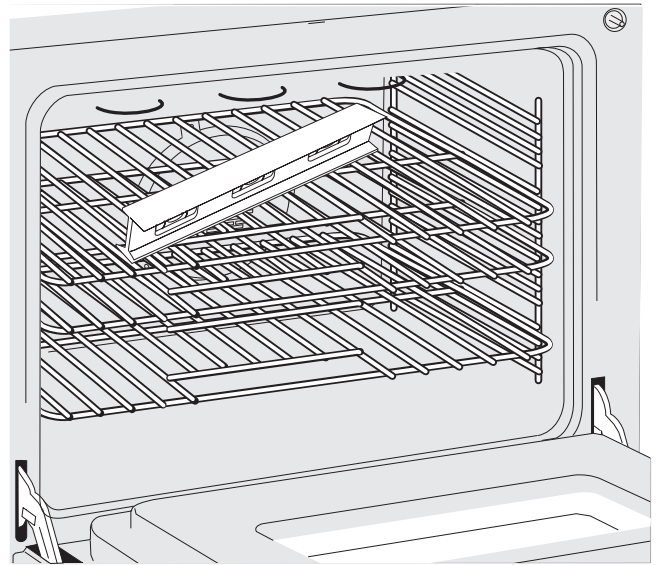

Figura 12: Utilice las parrillas del horno para nivelar el electrodoméstico
2. Coloque un nivel en la parrilla (Figura 12). Tome dos lecturas con el nivel colocado diagonalmente: primero en una dirección y después, en la otra.